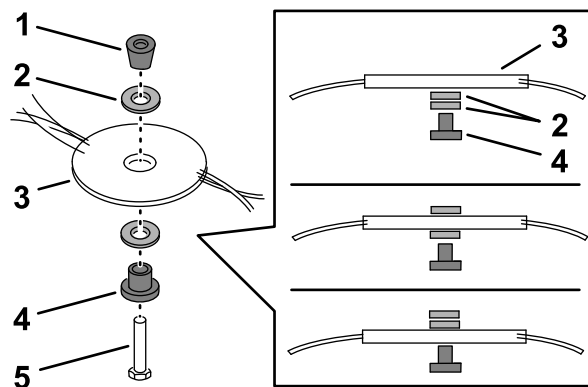

Figura 29
5. Utilizzate la chiave fornita con la macchina per rimuovere il disco di taglio ruotando il bullone in senso antiorario (Figura 29), conservando tutta la bulloneria per il montaggio.